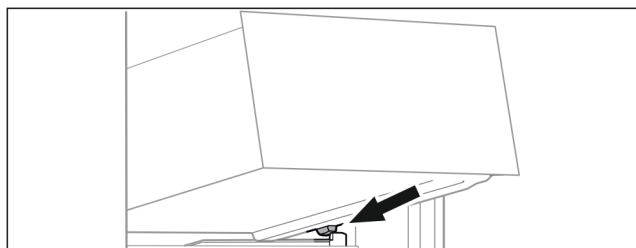

Fig. 76
- ▶ Nasadte zásuvku šikmo za zarážky na žebrování na nádoby. (viz Fig. 76)